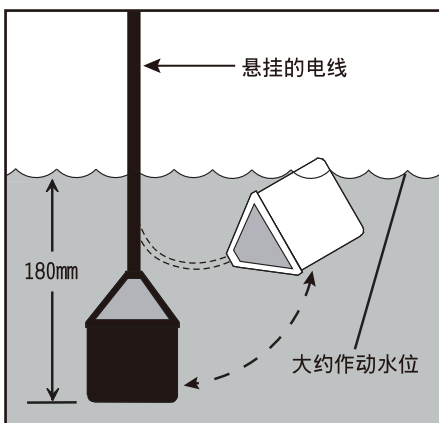
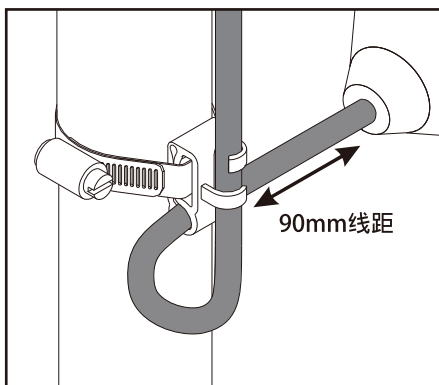

图2 - 内部有配重的浮球
图3 - 扣环安装说明
3. 将浮球开关安装在适当的水位，如图2/图3所示。务必确认浮球在自由浮动的范围，不会触及其他浮球及桶内的其他设备。
4. 将电线装入线夹，如图3。
5. 定位线夹在所要求作动的高度并固定在排水管上，如图3所示。